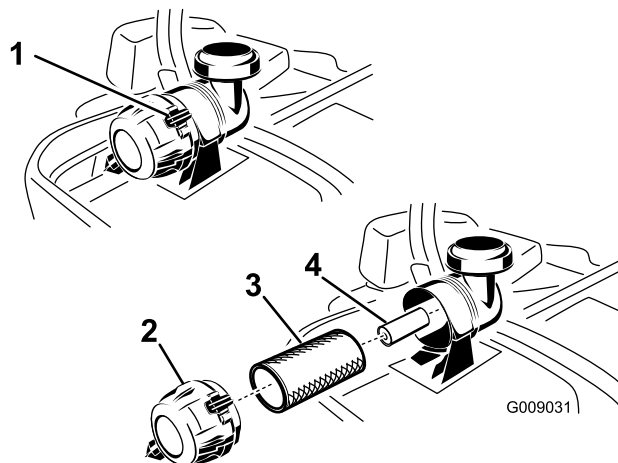

Figura 52
3. Premete verso il basso per rilasciare i dispositivi di fermo sul filtro dell'aria e togliete il coperchio dal corpo del filtro (Figura 52).
5. Estraete con cautela il filtro primario dal corpo del filtro dell'aria (Figura 52). Non urtate il filtro contro il corpo.
1. Non pulite il filtro primario di carta, sostituitelo (Figura 52).
2. Se sostituite il filtro secondario, inseritelo con cautela nel corpo del filtro (Figura 52).
3. Montate con cautela il filtro primario sul filtro secondario (Figura 52).
5. Installate il coperchio del filtro dell'aria con il tappo di sfiato verso il basso e ruotate in modo che i dispositivi di fermo blocchino il coperchio nella corretta posizione (Figura 52).